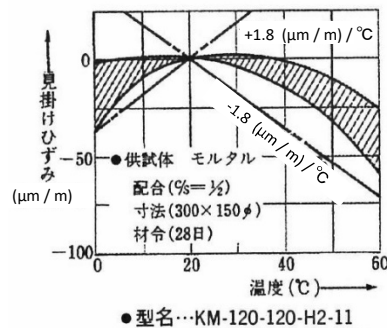

図1 温度による見掛けひずみ
- (1) 埋込み型のゲージは一般のひずみゲージよりも放熱条件が悪いため、ブリッジ印加電圧は2V以下を推奨します。
- (2) 表示のゲージ率は試料をモルタル供試体に埋設して実測した値ですが、埋設の方法や供試体の配合条件によっても異なります。
- (3) 多点測定の場合にダミーを共通にするとスイッチを切替えた瞬間の零点移動が大きくなりますのでなるべく避けて下さい。また埋設しないゲージをダミーとして使用することは誤差の原因になります。
- (4) 温度による見掛けひずみの特性は、供試体の配合や養生の条件によって異なります。図1の特性例のモルタルの線膨張係数は約 $12 \times 10^{-6} / ^\circ\text{C}$ です。